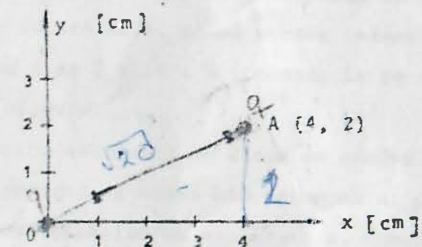

Figura P1.2
1.2 Con referencia a la figura P1.2, si al colocar un electrón ( $q_e = -1.6 \times 10^{-19} \text{ C}$ ) en el punto A, la fuerza eléctrica que ejerce sobre él es  $\vec{F} = -(30 \hat{x} + 40 \hat{y}) \times 10^{-16} \text{ N}$ , calcule: